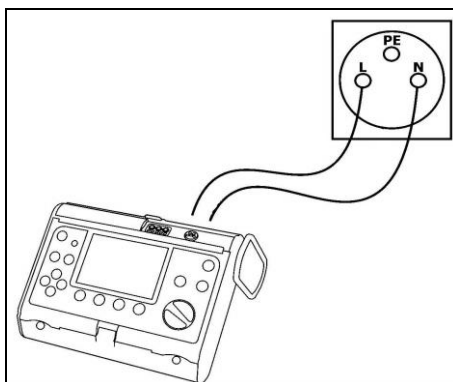

Fig. 18. Conexión del medidor
- conectar el medidor con los cables a la toma de corriente del tablero según la Fig. 18,